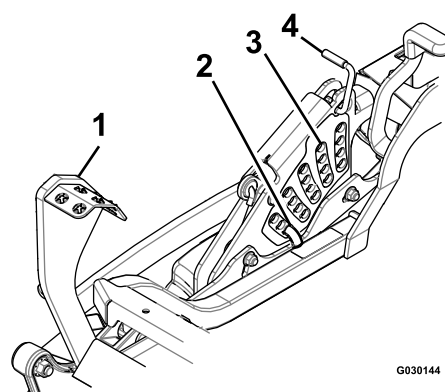

Figure 18
4. Levez et verrouillez le tablier à la position de transport de 14 cm (5½ po) (Figure 18).